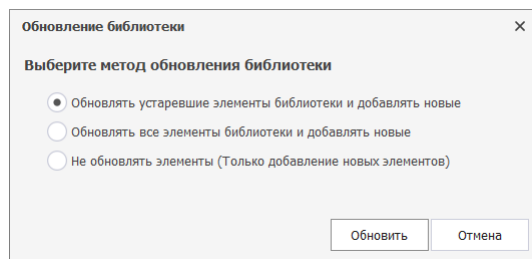

Рис. 10 Сценарии обновления
5. Выбрать один из трех сценариев обновления, см. Рис. 10.